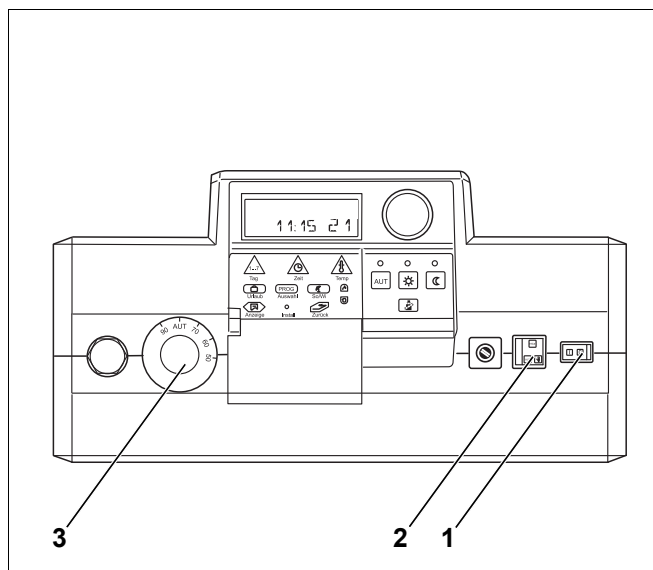
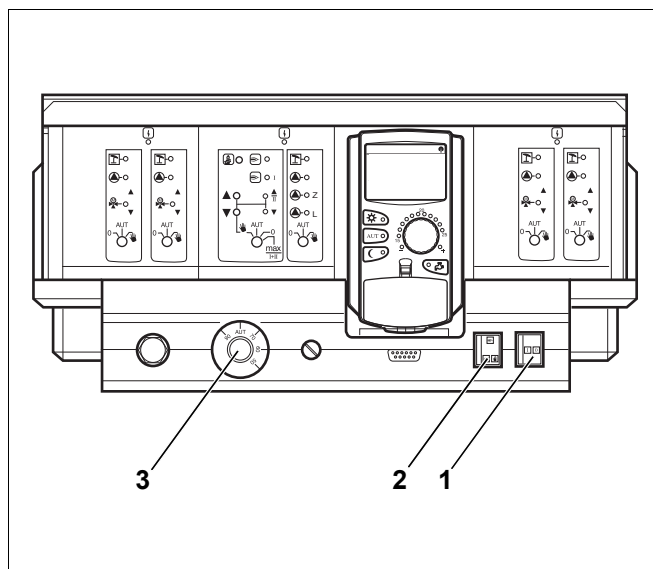
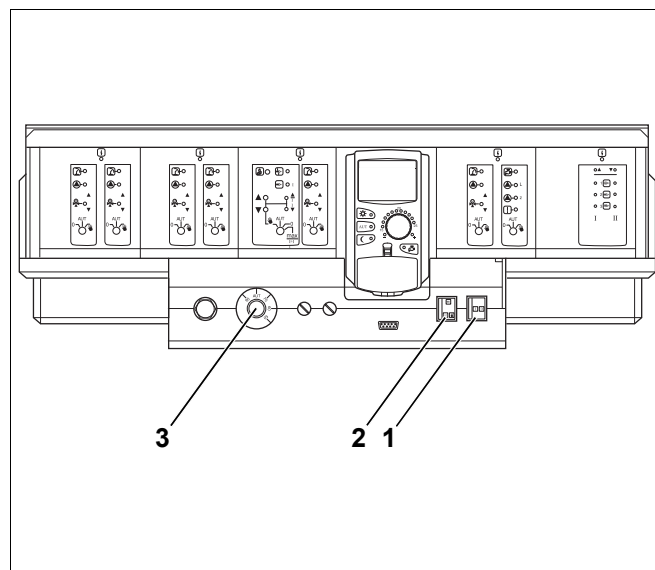

Рис. 1 Система управления Logamatic 2107
Рис. 2 Система управления Logamatic 4211
Рис. 4 Система управления Logamatic 4311
- Переведите пусковой выключатель (рис. 1, поз. 1) и (рис. 2, поз. 1) и (рис. 4, поз. 1) в положение "I" (ВКЛ).
- Установите переключатель аварийного режима, отопления и горячего водоснабжения (рис. 1, поз. 2) и (рис. 2, поз. 2) и (рис. 4, поз. 2) на "AUT".
В системах управления Logamatic регулятор температуры котловой воды (рис. 1, поз. 3) и (рис. 2, поз. 3) и (рис. 4, поз. 3) установлен на заводе в положение "AUT".
- Переведите пусковой выключатель (рис. 1, **поз. 1**) и (рис. 2, **поз. 1**) и (рис. 4, **поз. 1**) в положение "0" (ВЫКЛ).